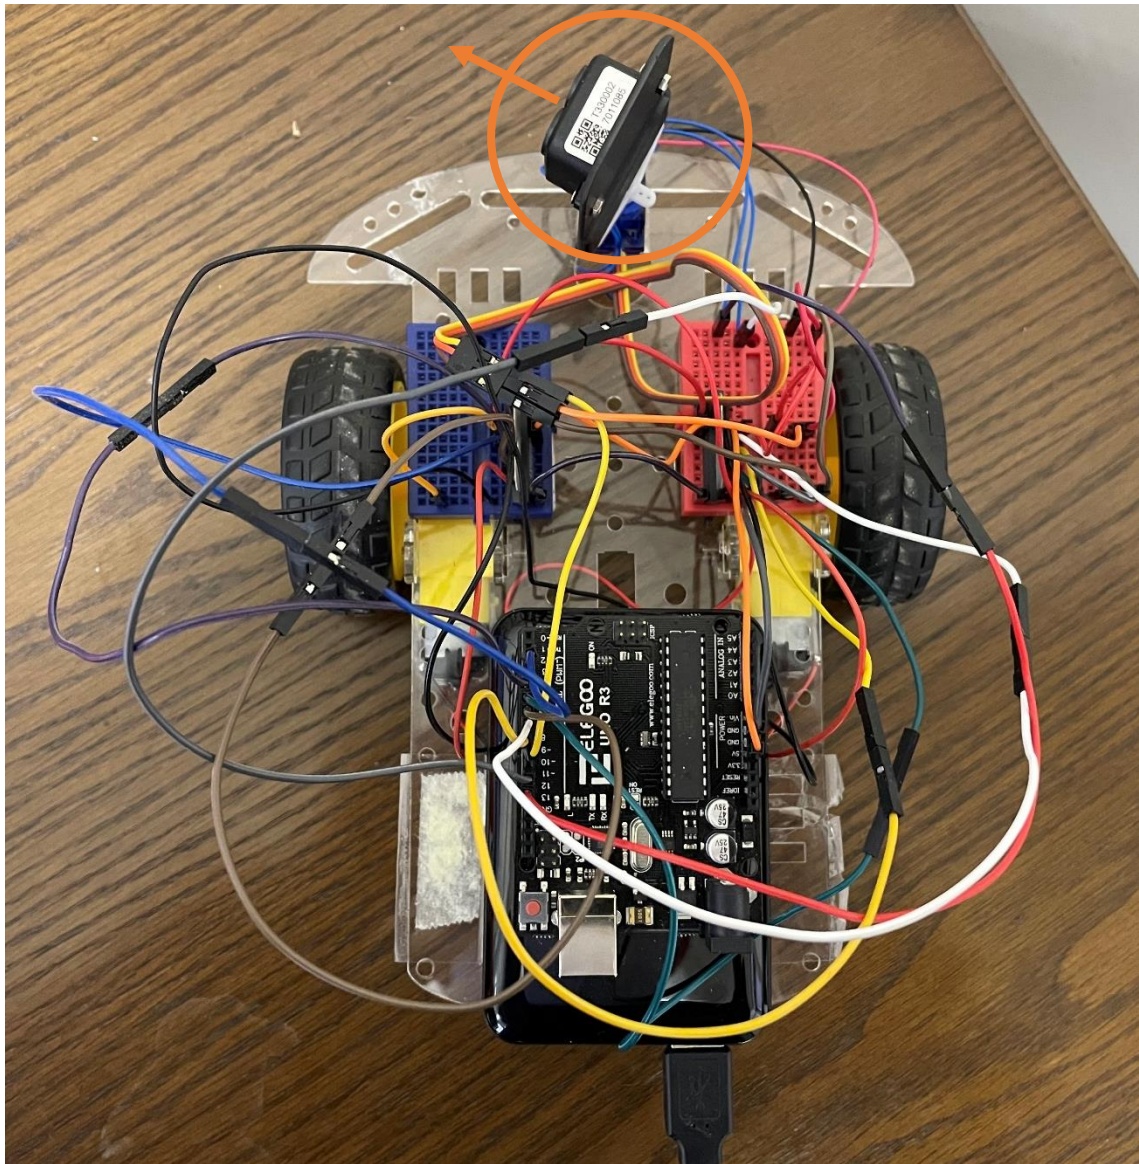

図 8. サーボモータの向きを表した図
まず、車体は、図 8 の①地点からスタートし、その際にサーボモータと LiDAR は図 6 に示すように、壁に対して斜め（ 147° ）に傾けて走行する。そして、壁との距離が 2.5 m 以上になる②地点を曲がり角であると定義し、車体を左に傾けながら走行する処理を行う。そして、ある一定時間、壁との距離が 2.5 m より近い値を取得することが出来れば、③地点のようにサーボモータを右（ 40° ）に傾けて、右の壁との距離を計測しながら走行を行う。次に、④地点に到達すると、壁との距離が 2.5 m 以上となるため、サーボモータを再び左（ 147° ）に傾けて、車体を左に傾けながら走行を行う。そして、⑤地点のように左の壁との距離を計測しながら走行を行う。3 つ目の曲がり角である⑥地点では、サーボモータの向きを 147° に固定した状態で車体を左に傾けながら走行を行う。⑦、⑧、⑨地点においては、⑤、⑥地点の処理と同様であるため割愛する。